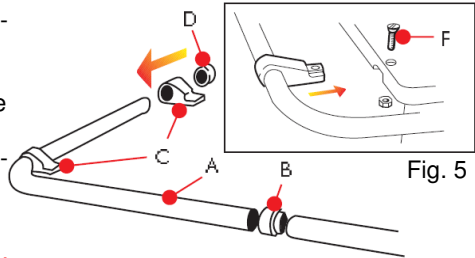

Fig. 5
1.4.1 MONTAGGIO DEL CORRIMANO (Fig. 5)